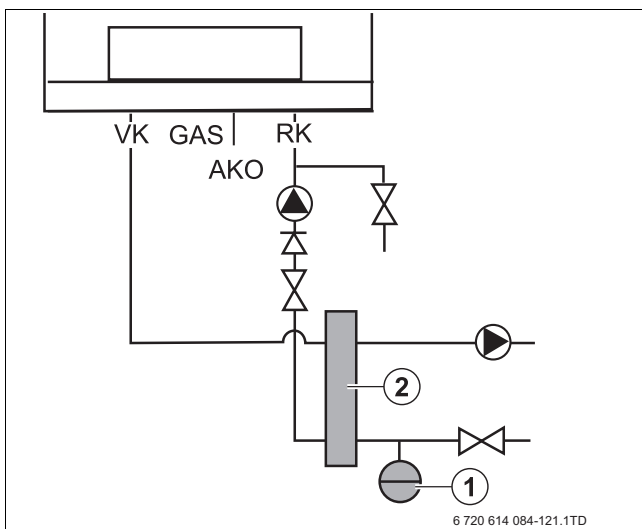

Fig. 18 Racord vas de expansiune cu butelie de egalizare
- ▶ În cazul în care există o butelie de egalizare, se poate racorda un vas de expansiune la partea secundară a buteliei în retur (→ fig. 18).